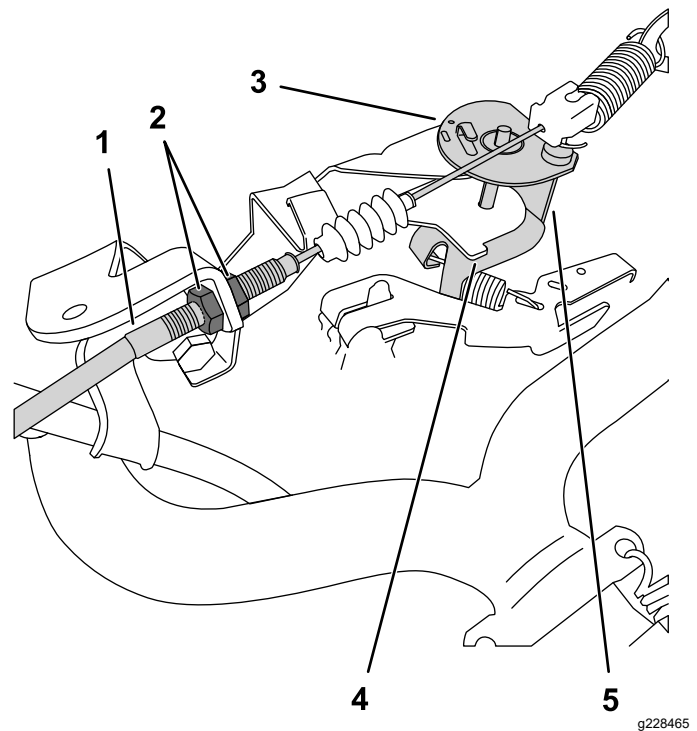

Figura 39
3. No cabo do acelerador, desaperte a porca de retenção dianteira e aperte a porta de retenção traseira para aumentar o ralenti baixo (Figura 39).